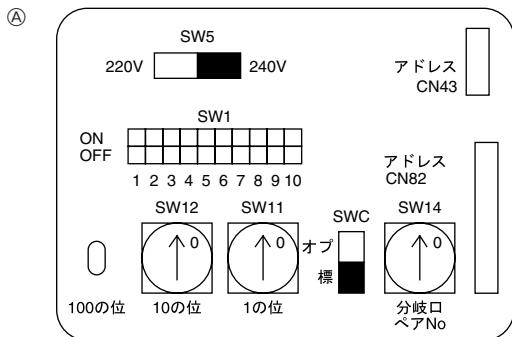

Fig. 7-4
7.3. Impostazione degli indirizzi (Fig. 7-4)